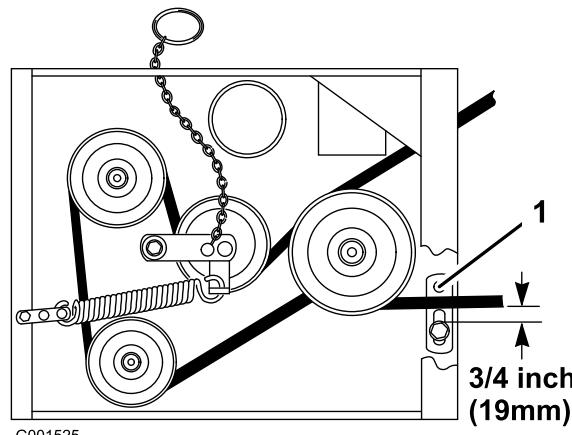

Figura 55
8. Compruebe que la guía de la correa, situada debajo del bastidor del motor, está ajustada correctamente (Figura 55).
Nota: La distancia entre la guía de la correa y la correa del cortacésped debe ser de 19 mm (3/4 pulg.) cuando la correa del cortacésped está engranada (Figura 55). Ajuste la correa del cortacésped si es necesario. La correa no debe rozar ni salirse de la polea si las guías y la tensión de la correa están correctamente ajustadas.